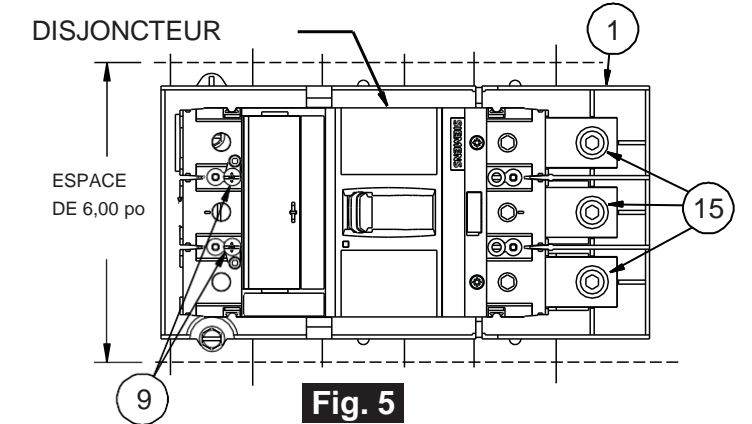

Fig. 5
11. Fixez le disjoncteur à la barrière supérieure à l'aide de la paire de vis 8-32 x 3 po de l'ensemble de quincaillerie (article 9). (Reportez-vous à la Fig. 5)